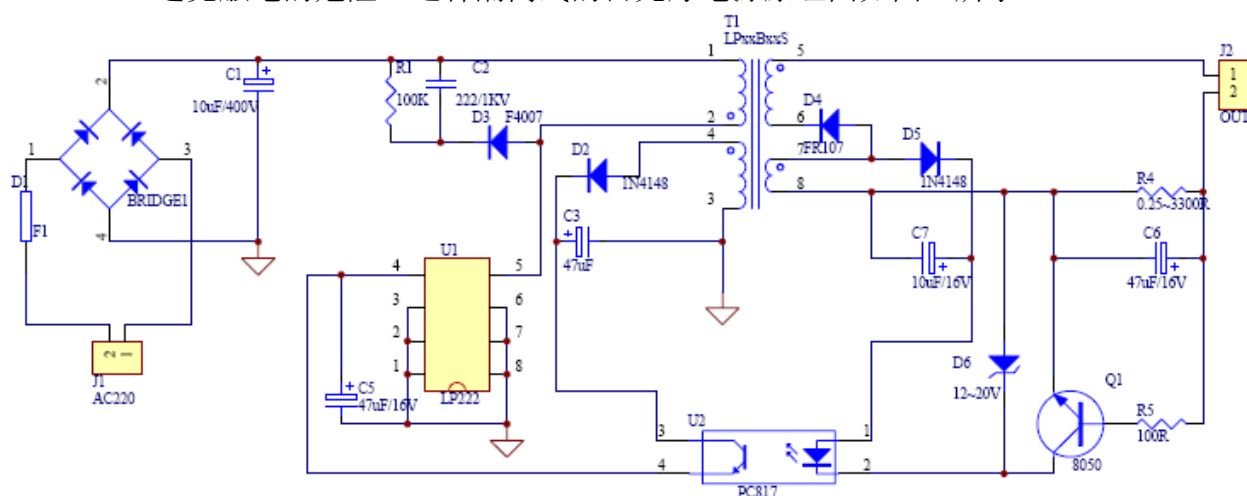

图 3. 隔离式 LED 日光灯电源原理图
2. 隔离式恒流电源：隔离式是指在输入端和输出端有隔离变压器隔离，这种变压器可能是工频也可能是高频的。但都能把输入和输出隔离起来。可以避免触电的危险。这种隔离式的日光灯电源原理图如图 3 所示。